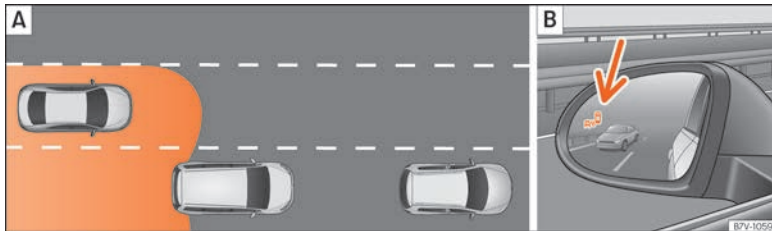

Abb. 260 Schematische Darstellung: **[A]** Überholvorgang mit Verkehr im hinteren Bereich. **[B]** Anzeige des Blind-Spot-Assistenten im Außenspiegel links.
In nachfolgenden Situation wird die Anzeige im Außenspiegel »» **Abb. 260 [B]** (Pfeil) oder »» **Abb. 261 [B]** (Pfeil) dargestellt:
- Bei einer Überholung durch ein anderes Fahrzeug »» **Abb. 260 [A]**.